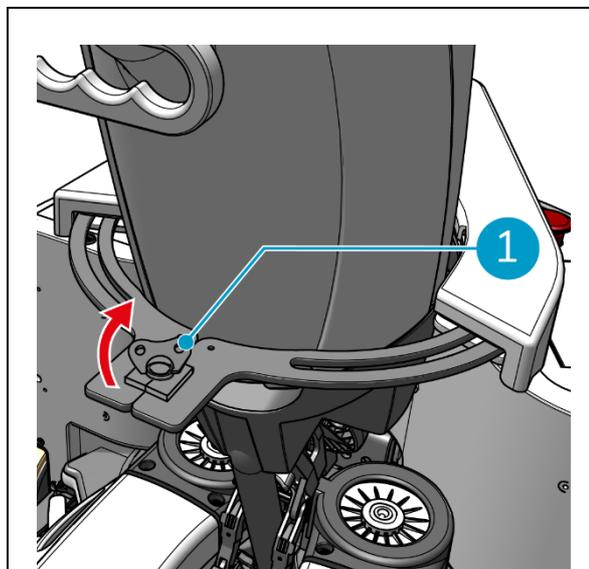

Figura 21
5. Bloquear o anel de fixação rodando o fecho de borboleta (Figura 21, pos. 1) no sentido dos ponteiros do relógio.